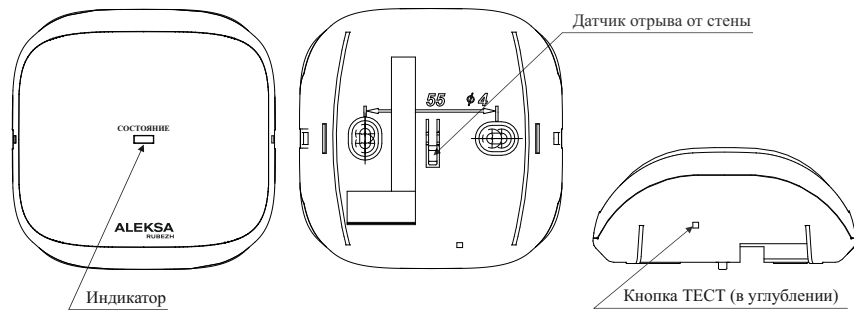

Рисунок 1
5.1 МШС конструктивно выполнен в пластмассовом корпусе. Корпус состоит из двух частей: основания и крышки. Крышка имеет окно для индикатора, расположенного на плате (рисунок 1). Крышка фиксируется на основании с помощью двух замков.